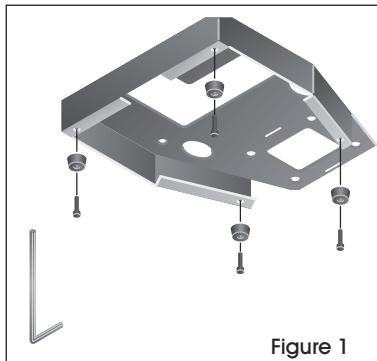

Figure 1
2. Vissez les quatre vis d'assemblage à six pans creux dans les quatre pieds en caoutchouc à l'aide d'une clé Allen de 5/32 po. (Voir Figure 1)